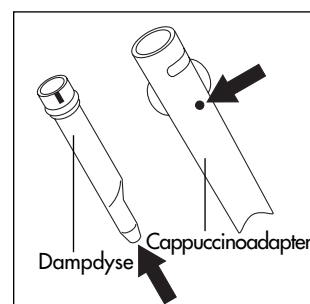

Fig. 27
- Kontroller at de to huller, der vises af pilene på fig. 27, ikke er tilstoppede. Hvis nødvendigt rengøres de med en nål.